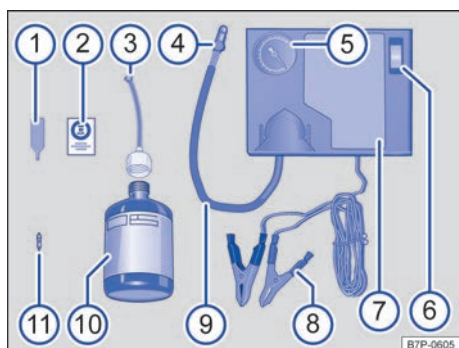
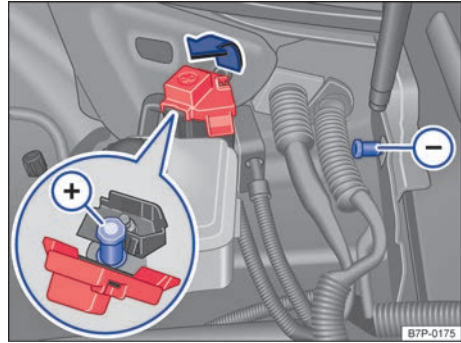

Fig. 294 Representación esquemática: componentes del kit reparapinchazos (variante 1).
Fig. 296 En el vano motor: tomas para el compresor de aire (variante 1).
El kit reparapinchazos se encuentra en el maletero, debajo del piso. Se compone de los siguientes elementos → fig. 294:
- Desenrosque el obús de la válvula con el desmontaobuses → fig. 294 ① y deposítelo sobre una superficie limpia.
- Agite enérgicamente la botella de sellante → fig. 294 ⑩ unas cuantas veces.
- Enrosque fijamente el tubo de llenado → fig. 294 ③ en la botella de sellante en el sentido de las agujas del reloj. El precinto de la boca de la botella se perfora automáticamente.
- Retire el tapón del tubo de llenado → fig. 294 ③ y enrosque el extremo abierto del mismo en la válvula del neumático.
- Enrosque nuevamente el obús en la válvula del neumático con ayuda del desmontaobuses → fig. 294 ①.
- Enrosque fijamente el tubo de inflado → fig. 294 ⑨ del compresor de aire en la válvula del neumático.
- Conecte las pinzas de 12 voltios del compresor de aire → fig. 294 ⑧ **únicamente** a las tomas para la ayuda de arranque del vano motor → fig. 296. La pinza roja del cable del compresor a la toma positiva (+) y la pinza negra a la toma negativa (-).
- Encienda el compresor de aire con el conmutador de encendido y apagado → fig. 294 ⑥.
Vuelva a enroscar el tubo de inflado → fig. 294  y compruebe la presión de inflado del neumático en el indicador .